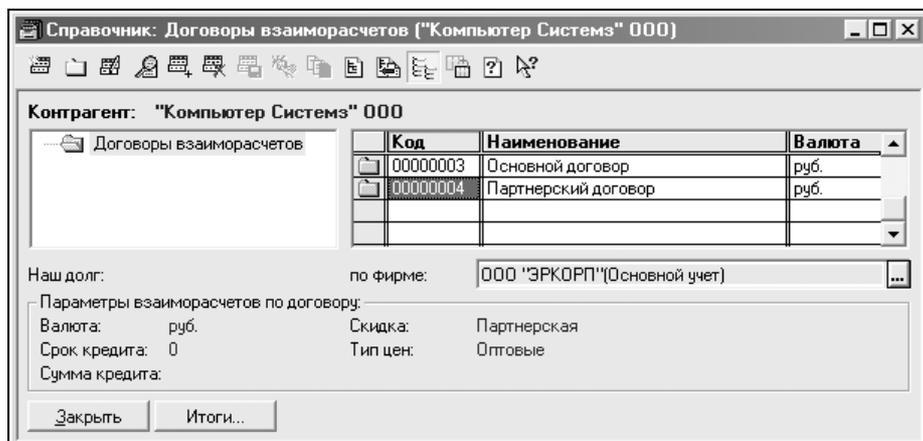

Рис. 3.28. Подчиненный Справочник: Договоры взаиморасчетов
- ◆ Пользователю предоставляется возможность детализировать взаиморасчеты с контрагентами по договорам. Для одного контрагента может быть оформлено несколько договоров по разным типам операций. Все договоры конкретного контрагента хранятся в подчиненном этому контрагенту справочнике **Договоры взаиморасчетов**. Открыть данный справочник (рис. 3.28) для редактирования можно нажатием кнопки **Договоры** в диалоговом окне **Контрагент**.